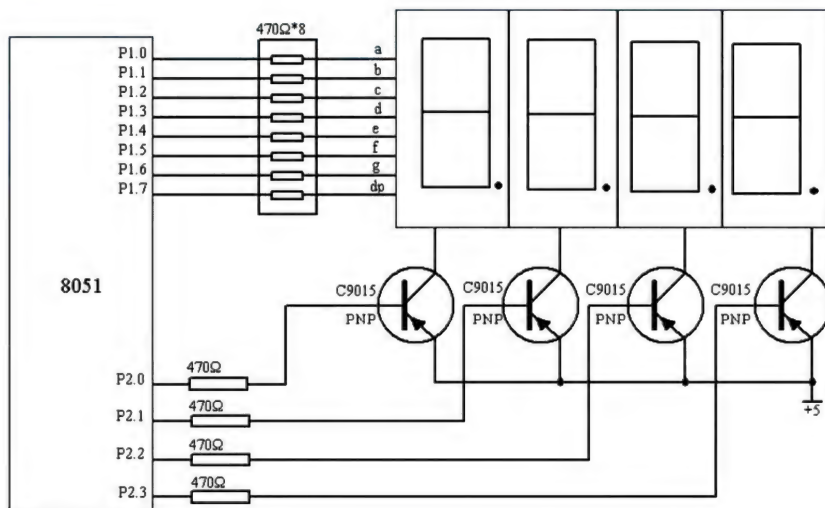

图 12.5 LED 动态显示接口电路
典型数码管动态显示电路如图 12.5 所示。图中的四位 LED 数码管是共阳极,三极管的作用是放大电流,以增加 LED 的亮度。
**【例 12-3】**在图 12.5 所示的 LED 动态显示接口电路中,编写程序实现在 4 个 LED 数码管上依次显示 1、2、3、4。